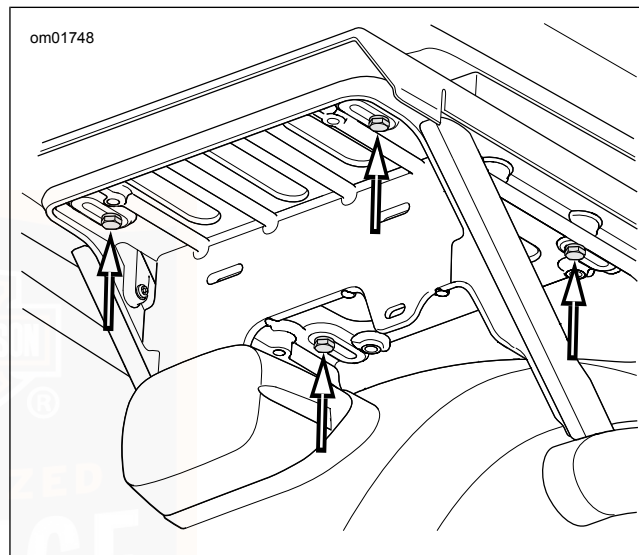

Abbildung 60. Tour-Pak-Halterungsschrauben (APC-Modelle)
1. Siehe Abbildung 60. Die vier Schrauben entfernen, mit denen die Tour-Pak-Halterung am Träger befestigt ist.